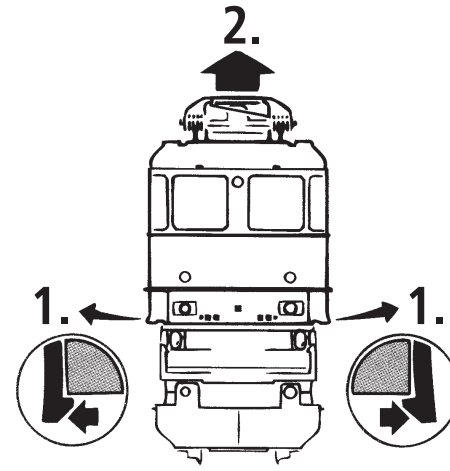

Fig. 4
3. Haftreifenwechsel: Zuerst die Drehgestellblende abnehmen (Fig. 4). Danach den **Radsatz** herausnehmen und die **Haftreifen** mit einer Nadel od. mit einem feinen Schraubendreher abziehen (Fig. 4). Beim Aufziehen der neuen Haftreifen darauf achten, dass diese sich nicht verdrehen.
3. Change of traction tyre: Remove the bogie blind (fig. 4). Take out **wheel set** and remove **traction tyre** using a pin or a fine screwdriver (fig. 4). When pressing on the new traction tyre please **avoid twisting it**.
3. Échange des bandages d'adhérence: Démontez d'abord **les flancs de bogies** des engrenages (fig. 4). Délogez ensuite les essieux bandagés et enlevez, à l'aide d'une aiguille ou d'un tournevis fin, les bandages d'adhérence (fig. 4). Lors du montage des nouveaux bandages veuillez veiller à ce que les bandages **ne soient pas tordu**.